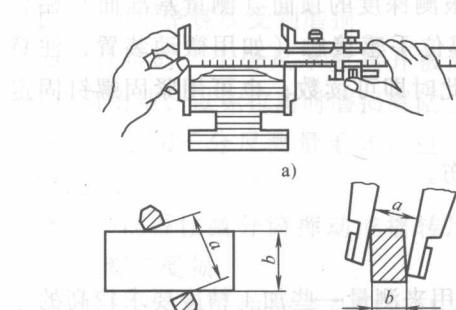

图 1-26 测量外尺寸
- 3) 测量外径时，量爪应张开到略大于被测尺寸而自由进入工件，以固定量爪贴住工件，然后用轻微的压力把活动量爪推向工件，尺寸测量面的连线应垂直于被测量表面，不能歪斜，如图 1-26 所示。